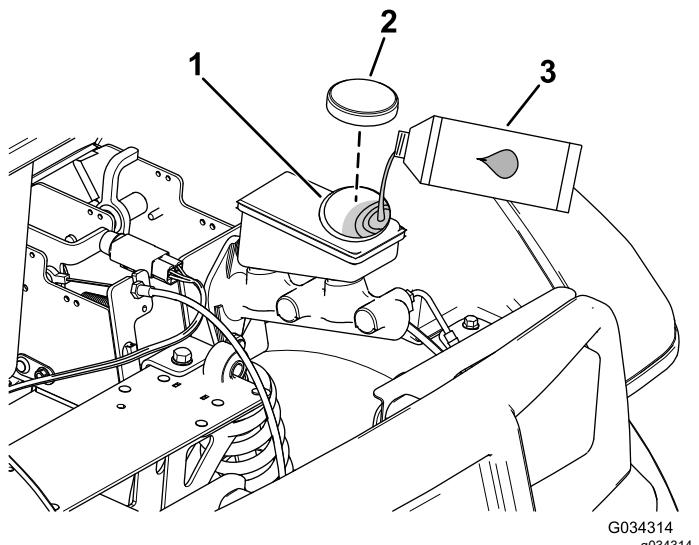

図 60
2. フードを持ち上げてブレーキのマスターシリンダとブレーキ液タンクにアクセスできるようにする 図 60。
A. ウエスでタンクのキャップの周囲をきれいに拭いてキャップ外す 図 60。
- C. タンクにキヤップを取り付ける図 60。